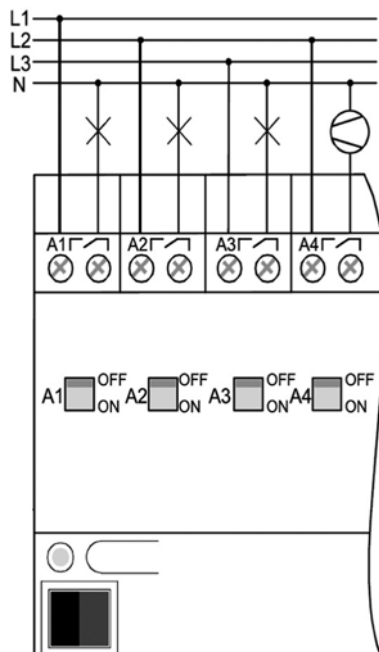

Fig. 1: Raccordement électrique
- Effectuer le raccordement des charges et du câble de bus selon la Fig. 1 (exemple de raccordement).